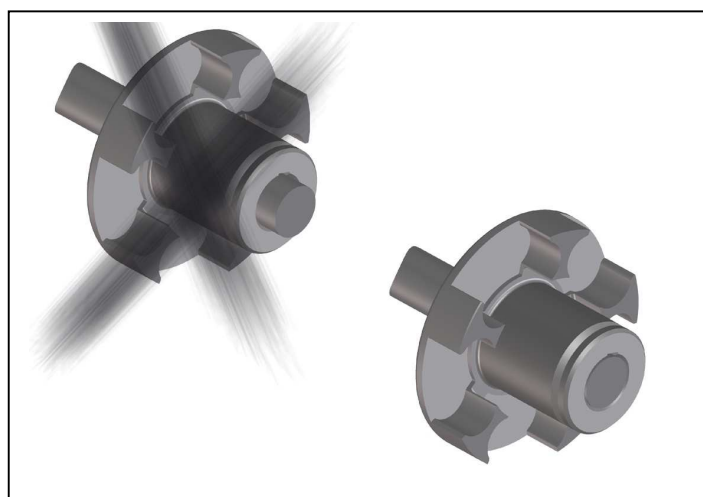

Bild 4
- Montieren Sie die Nabe so, dass das Wellenende mit der inneren Bohrungsöffnung bündig abschließt (Bild 4). Beachten Sie eventuell abweichende Vereinbarungen!